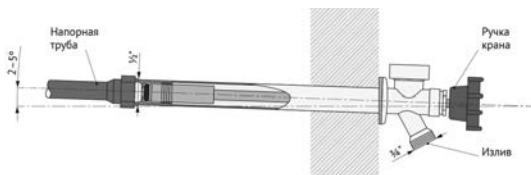

Рисунок 2 - Монтаж крана
- 7 Убедитесь, что кран смонтирован с уклоном 2–5° вниз в сторону улицы, чтобы остатки воды могли свободно стекать самотёком после закрытия (см. рисунок 2).